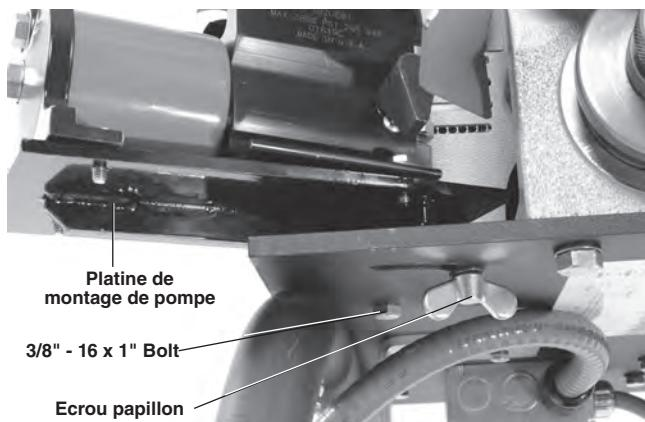

Figure 6 – Montage de la pompe hydraulique
7. Positionnez la platine de montage de la pompe sur le trou et la fente situés du côté interrupteur de la 918-I. Introduisez le boulon $\frac{3}{8}$ " – 16 x 1" avec rondelle via le trou en sous-face de l'embase de la rainureuse et vissez-le dans la platine de montage de la pompe (Figure 6).